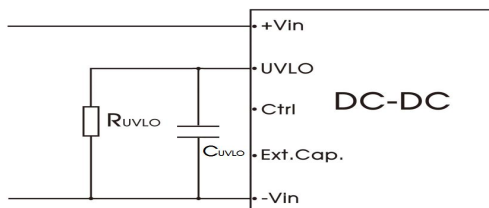

图9
3. UVLO 引脚可以通过外部电阻 R_{UVLO} 调节输入欠压保护点, R_{UVLO} 的具体数值请参考图 9, 如果该引脚悬空, 欠压保护点为 11V。
3. 电阻 R_{UVLO} 用于调节输入欠压保护点，取值可参考图 9。